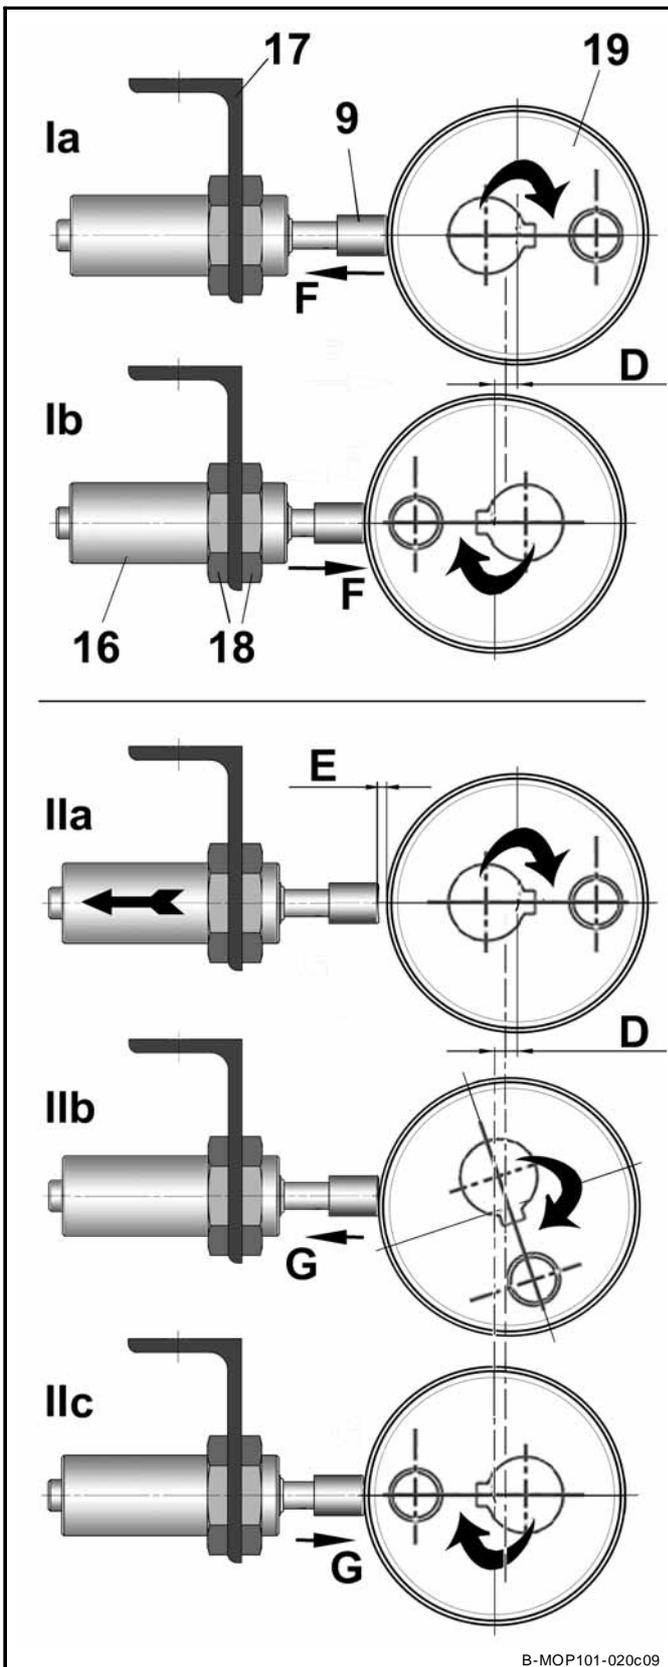

Abb. 2-5 Fördermenge einstellen
- Stößelhub F und G (Abb. 2-5)
- Positionieren Sie die Exzentrerscheibe 19 wie in Abb. 2-5, Einstellung Ia dargestellt ($4 \text{ mm} \pm \text{Stößelhub} \pm 10 \text{ mm}$):